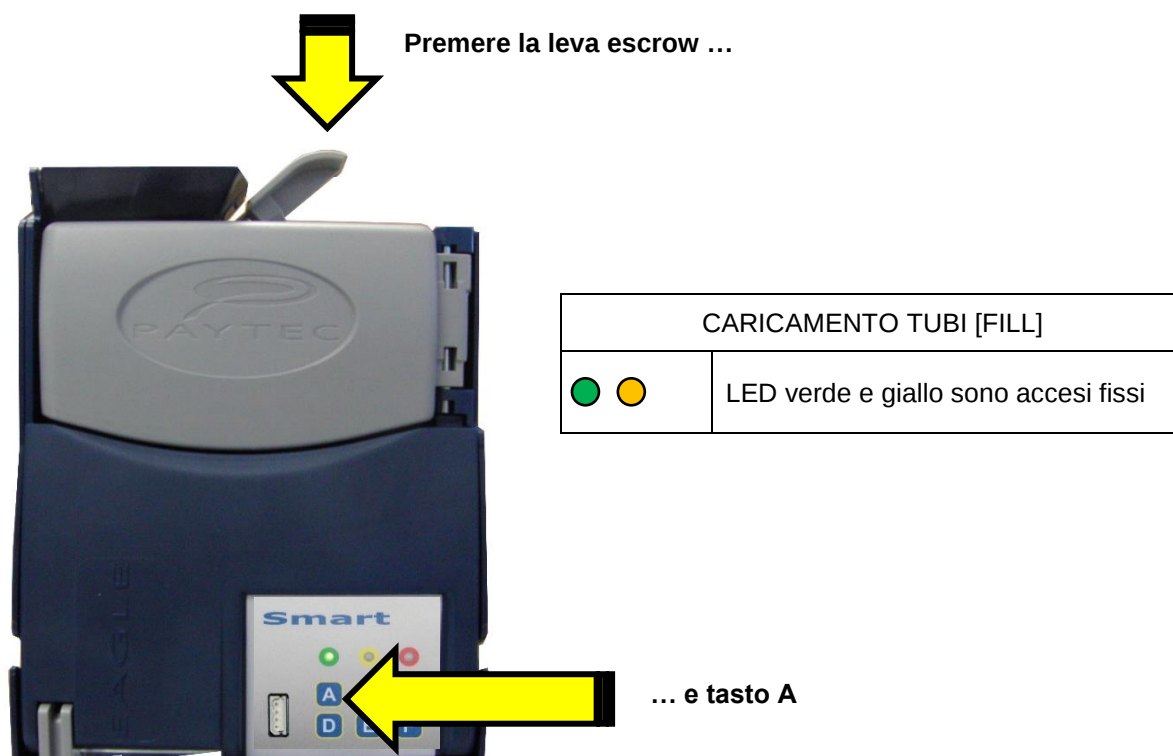

Fig.2
1. Premere la leva di recupero e senza rilasciarla, premere il tasto A (Fig.2)